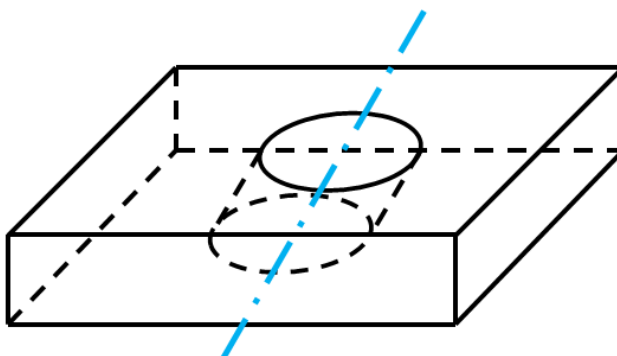

Рис. 9 Скошенное трехмерное отверстие
- Программа будет неправильно работать на болтах, установленных в скошенные трехмерные отверстия (когда отверстие «просверлено» не по нормали к детали, Рис. 9). Необходимо избегать такого крепежа.